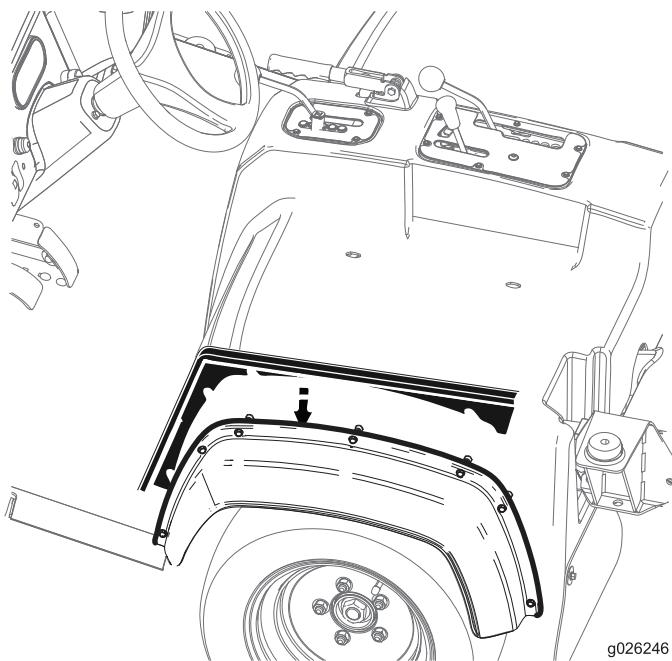

図 24
- 図 24に示すように、座席シラウドとサイドフェンダとの間にサイドプレートパネルを入れる。